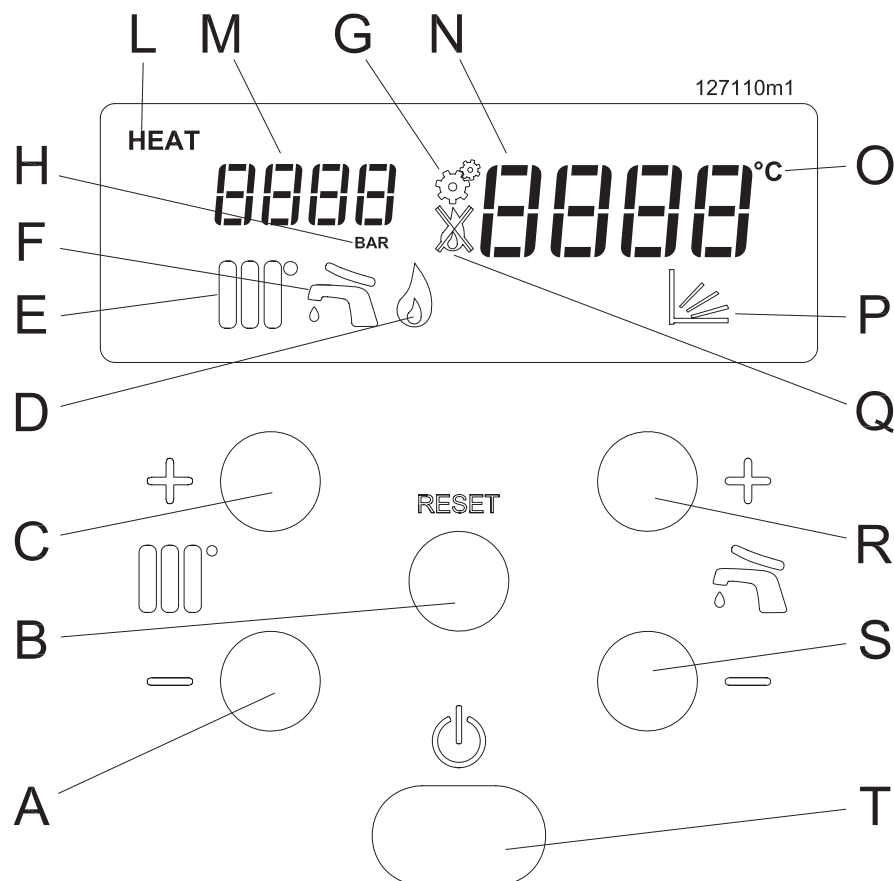

Figura 7.1 - Quadro comandi
Legenda Figura 7.1
Se la pressione all'interno del circuito del riscaldamento scende al di sotto di 0,5 bar, il visore "N" di figura 7.1,
- 3.- controllare la pressione sul visore "M" di Figura 7.1, deve raggiungere la pressione di 1 - 1,5 bar
L'ingresso nel "Menu utente" è evidenziato dal visore "M", di figura 7.1, che indica parametri che possono assumere valori
La regolazione della temperatura dell'acqua calda sanitaria si esegue agendo sui tasti e . Premuto uno dei due tasti, il visore "N" di figura 7.1, comincia a lampeggiare e a mostrare la temperatura che si sta impostando. Il campo di regolazione entro il quale si può regolare la temperatura del sanitario va da 40°C a 60°C oppure da 40°C a 70°C nel caso di presenza di un bollitore.
Tenendo premuto il tasto anche sotto 40°C, comparirà la scritta **OFF** ad indicare lo spegnimento del servizio sanitario, evidenziato anche dallo spegnimento dell'icona "F" di cui in figura 7.1.